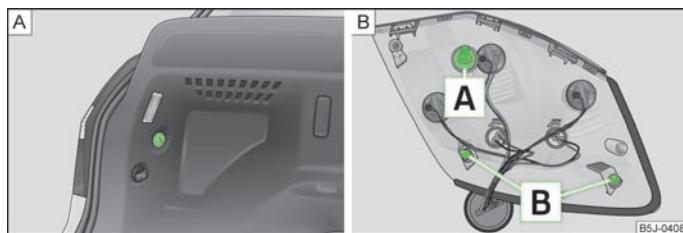

Abb. 154 Rückleuchte ausbauen / Rückleuchte einbauen
- Mit einer Hand die Rückleuchte festhalten und mit der anderen Hand die Kunststoffmutter » Abb. 154 - **A** abschrauben.
- › Zum erneuten Einbau die Rückleuchte zuerst mit der Schraube **A** in die Öffnung in der Karosserie einsetzen » Abb. 154.
- › Mit einer Hand die Rückleuchte festhalten und mit der anderen Hand die Mutter » Abb. 154 - **A** aufschrauben und festziehen.